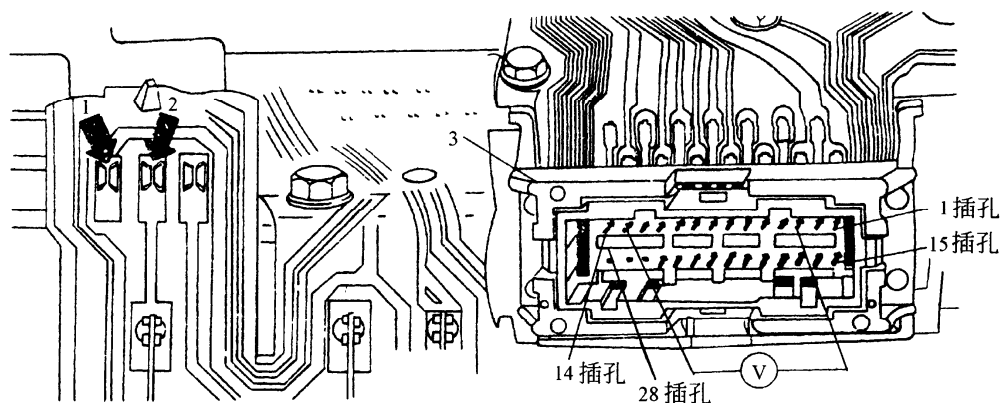

图 9-59 检查稳压器
(1) 如图 9-59 所示，打开点火开关，用万用表检查组合仪表 28 孔插头的插孔 13（接正极端）和 3（接搭铁端）之间的电压，应高于 10.5V。如果低于 9.5V，表明蓄电池电压不足。
(2) 再用万用表正极端和负极端分别接稳压器的正极输出端 1 和搭铁端 2，万用表上读数应为 9.5~10.5V。否则，表明稳压器有故障。